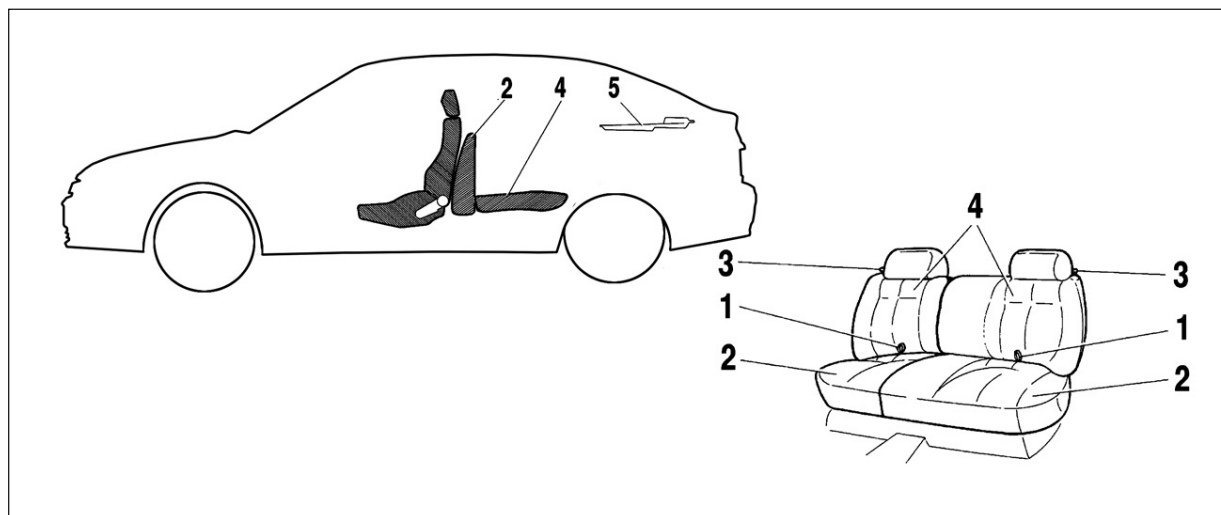

Рис. 11. Заднее сиденье
- потяните за петли 1 (рис. 11) и поставьте подушки 2 в вертикальное положение. При необходимости сдвиньте передние сиденья немного вперед;